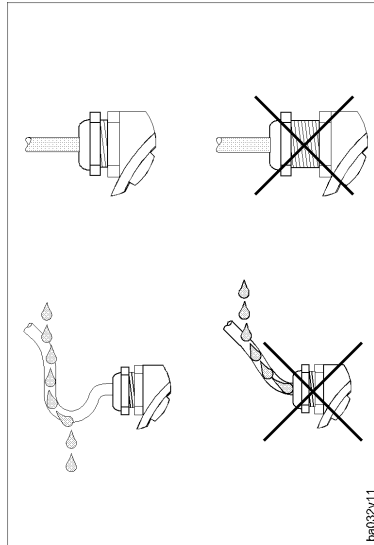

Fig. 2
- 电缆密封管必须拧紧 (参见Fig. 2)。
- 在插入电缆密封管前电缆疏松部分必须向下曲以保证没有水汽进入。(参见Fig. 2)。